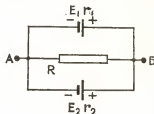

Рис. 6.
4. В цепи, показанной на рис. 6,  $E_1 = 15 \text{ в}$ ,  $r_1 = 3 \text{ ома}$ ,  $E_2 = 30 \text{ в}$ ,  $r_2 = 6 \text{ ом}$ ,  $R = 8 \text{ ом}$ . Найти все токи в этой цепи.